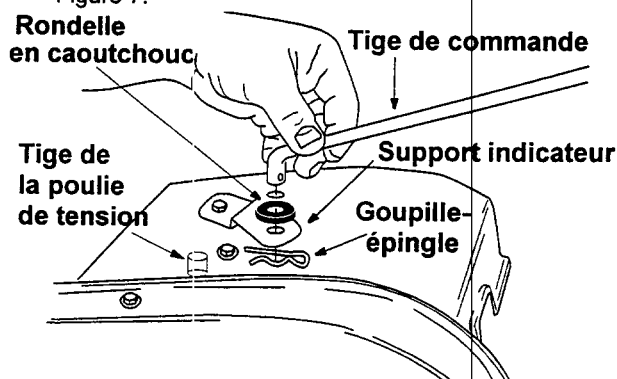

Figure 6
3. Enfoncez l'extrémité courte (courbée) de la tige de commande dans le support indicateur qui se trouve sur le couvercle du levier de vitesses et maintenez-la avec la goupille-épingle retirée au paragraphe 1. Voir la Figure 6.